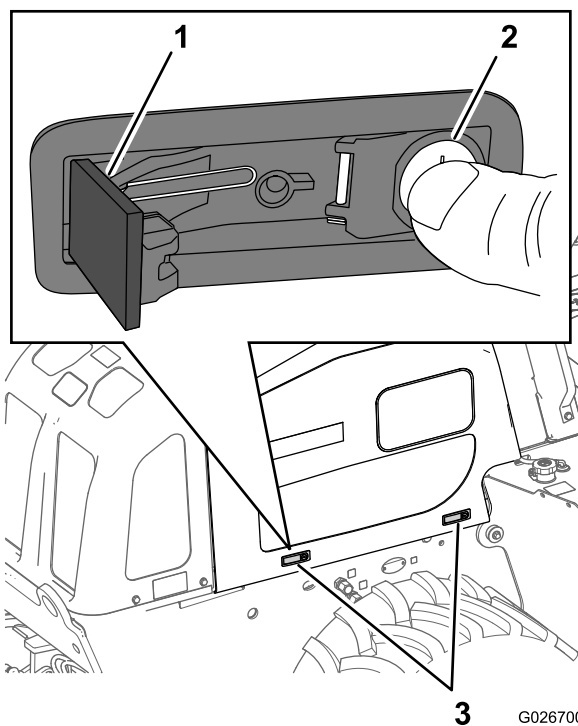

Figura 60
3. Pressione o botão da trava – a parte em que está o cilindro da fechadura (Figura 60).
4. Engate a trava empurrando sua alavanca para dentro (Figura 60).